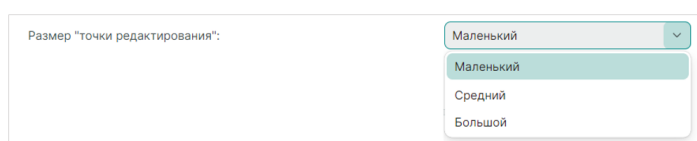

Рис. 84 Выбор размера для точек редактирования
- «Размер "точки редактирования"» – выбор размера для точек редактирования графических элементов, см. Рис. 84.